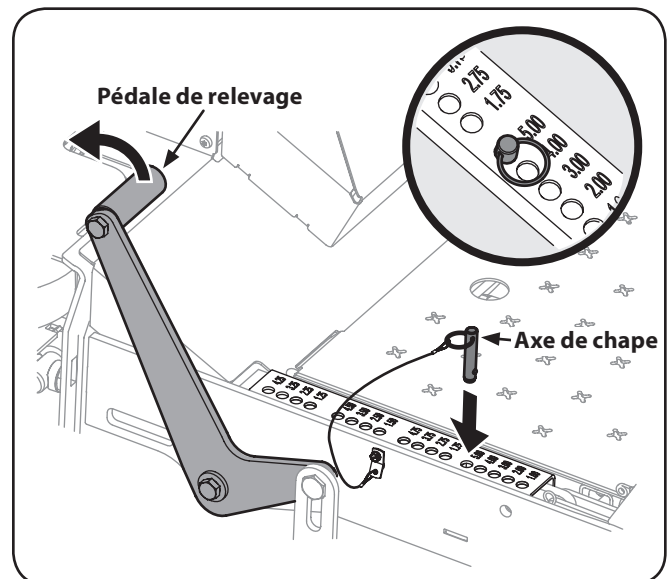

Figure 5-3
1. À l'aide de la pédale de relevage du plateau de coupe, relevez le plateau de coupe à la plus haute position. Placez l'axe de chape (attaché à la tondeuse) dans le trou d'index correspondant à la hauteur désirée, puis relâchez lentement la pédale de relevage du plateau de coupe. Voir Figure 5-3.